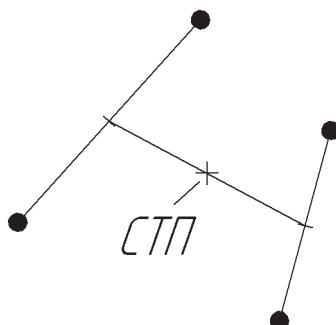

Рисунок 4 – Определение средней точки попадания (СТП)
- определить среднюю точку попадания (далее по тексту – СТП) данной группы выстрелов (рисунок 4). Для определения СТП необходимо между двумя соседними пробоинами провести линию и разделить ее пополам; то же проделать и с двумя другими пробоинами; середины отрезков соединить и поделить пополам. Это и будет СТП;